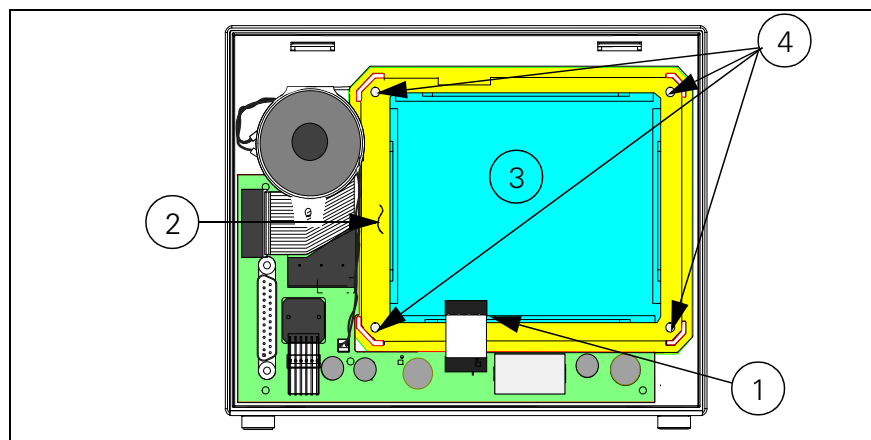
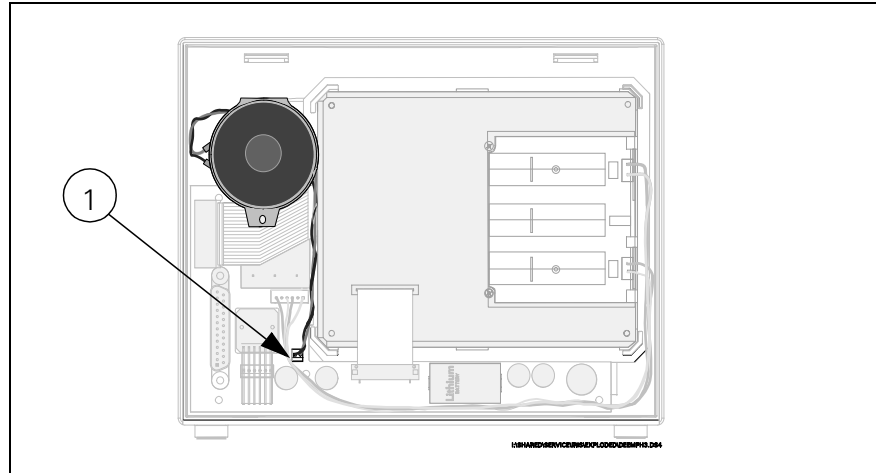

Abbildung 3-13 SC-5000-EL-Bildschirmeinheit im vorderen Gehäuse
Abbildung 3-14 Einbau des Lautsprechers in das vordere Gehäuse
Siehe Abbildung 3-13.
Der Lautsprecher wird, einmal eingesetzt, durch Druck in einem Plastikeinsatz gehalten. Siehe Abbildung 3-13 auf Seite 58 oder Abbildung 3-14. Bauen Sie den Lautsprecher wie folgt aus:
- 1) Legen Sie den Lautsprecher zurecht, wie in Abbildung 3-14 dargestellt, und drücken Sie ihn vorsichtig in den Plastikeinsatz in der Fronteinheit.
- 2) Positionieren Sie die Kabel, wie in Schritt 2 oben notiert, und stecken Sie den Kabelstecker ① des Lautsprechers in die SPKR-Buchse auf der Leiterplatte.